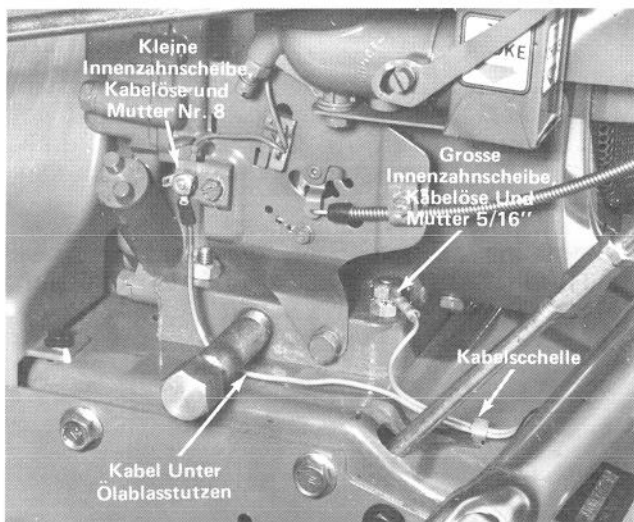

Abb. 13
1. Beim Modell 826 die grosse Innenzahnscheibe und die grosse Kabelöse auf die Motorbefestigungsschraube hinten links schieben (Abb. 13) und mit der Mutter aus dem Kleinteilebeutel befestigen.
2. Die kleine Innenzahnscheibe und die kleine Kabelöse auf den Gewindestift an der Reglerplatte schieben (Abb. 13 und 14) und mit der Mutter aus dem Kleinteilebeutel befestigen.
3. Die Kunststoff-Kabelschelle in das Loch oben links in der Motoraufnahmeplatte drücken (Abb. 13).